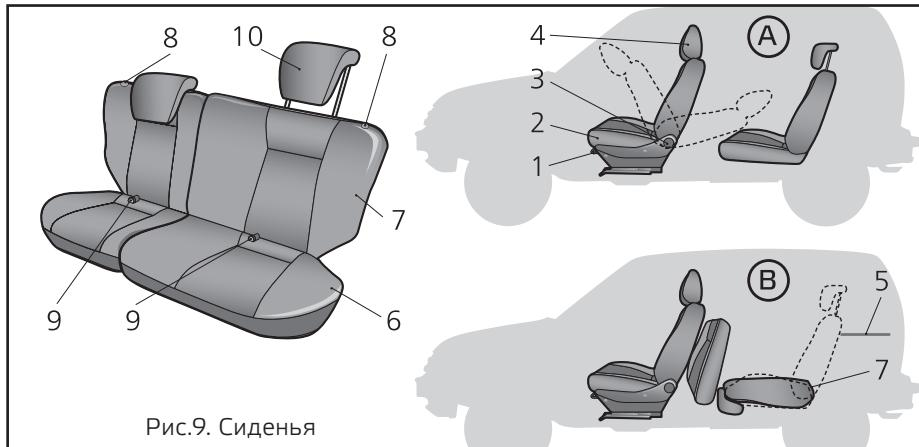

Рис.9. Сиденья
Передние сиденья. Для регулировки передних сидений 2 рис. 9А, в продольном направлении потяните блокирующий рычаг 1 вверх. После установки сиденья в удобное положение опустите рычаг и, небольшим смещением сиденья вперед-назад, добейтесь его надёжной фиксации.
■ Запрещается регулировать положение водительского сиденья во время движения автомобиля. Сиденье может резко сдвинуться с места, что приведёт к потере контроля над автомобилем. Наклон спинки сиденья регулируется бесступенчато вращением рукоятки 3, рис. 9А.
Задние сиденья. Для увеличения площади багажного отделения предусмотрена возможность раскладки заднего сиденья, причем каждая его часть при необходимости может быть разложена отдельно. Раскладку заднего сиденья проводите в следующей последовательности, рис. 9В:
- снимите полку 5, рис. 9В.
- потяните за петлю 9, рис. 9 и установите подушку 6 в вертикальное положение. При необходимости сдвиньте передние сиденья вперед.
- потяните за петлю 8 и, освободив спинку 7, уложите её, как показано на схеме, рис. 9В.
Раскладку заднего сиденья можно производить с неснятыми подголовниками, приведенными в крайнее нижнее положение, рис. 9В.